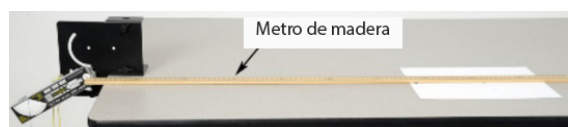
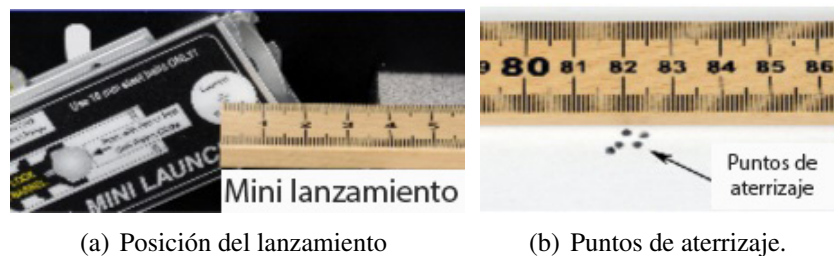

Figura 12.5: Medición de la distancia horizontal que ha recorrido el proyectil.
Figura 12.7: Mediciones
6. Utilizar el metro (ver Figura 12.5) para medir los intervalos. Esta distancia debe medirse desde el centro de la posición de lanzamiento de la pelota como se muestra en la Figura 12.5. Medir cada punto de aterrizaje por separado (ver Figura 12.7) y luego calcular el intervalo promedio.